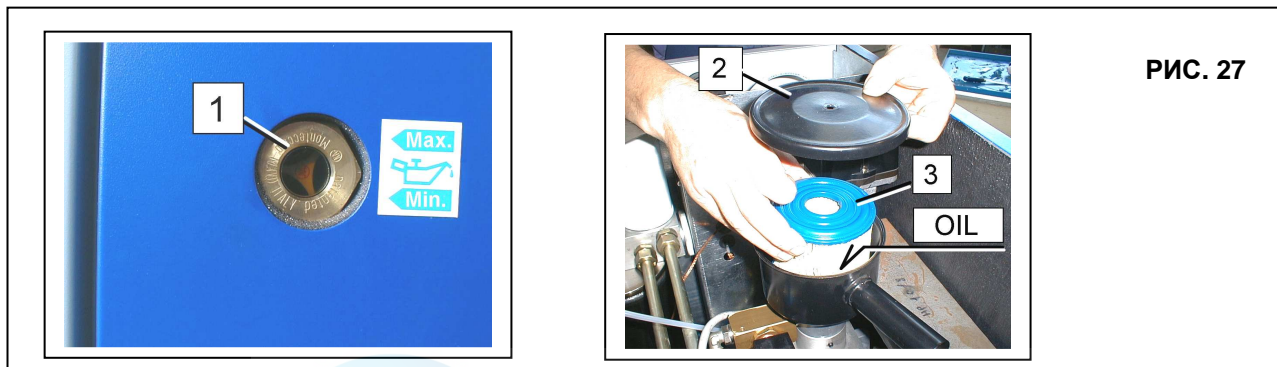

РИС. 27
Проверьте уровень масла 1, Рис. 27, если машина поставляется заправленная маслом FLUIDTECH; если уровень масла не соблюден, дополните тем же типом масла, которым она заправлена.
- Снимите крышку 2, Рис. 27
- Снимите воздушный фильтр 3, Рис. 27
- Установите на место воздушный фильтр 3, Рис. 27
- Установите на место крышку 2 Рис. 27